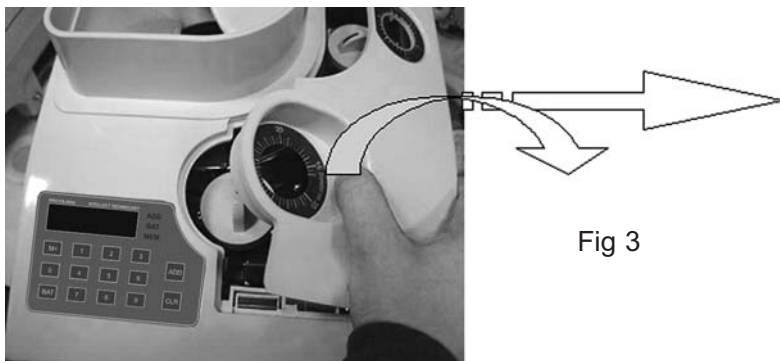

Fig 3
- Ouvrir la couvercle, qui ferme le rail d'entraînement (Fig. 3)